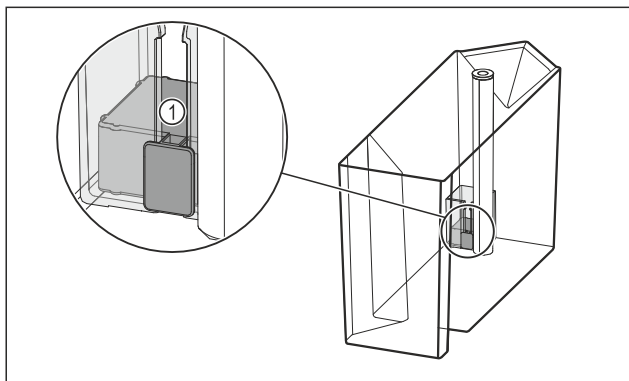

Fig. 98
- Kontrollér, om svømmeren Fig. 98 (1) har sat sig fast. Hvis svømmeren har sat sig fast: